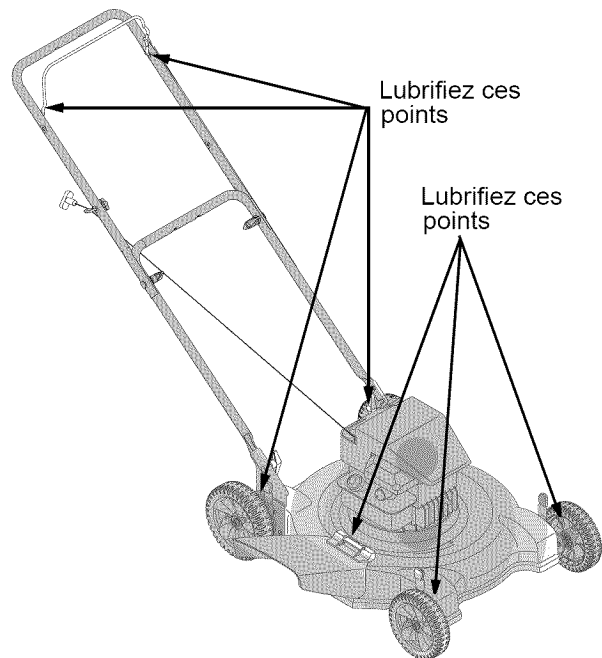

Figure 10
- Lubrifiez les points de pivot de la poignée de commande de la lame au moins une fois par saison avec une huile légère. La commande de la lame doit fonctionner facilement dans les deux sens. Voir la Figure 10.
- Le ressort de torsion et le point de pivotement doivent être lubrifiés régulièrement avec une huile légère pour empêcher la rouille. Voir la Figure 10.